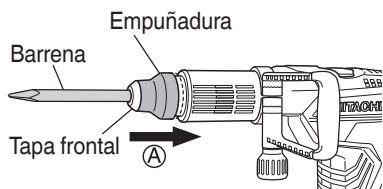

Fig. 5
- (3) Cambie la palanca del selector hasta “martillo T”, gire la herramienta y compruebe que está bloqueada por completo.
Como se muestra en la Fig. 5, deslice el agarre en la dirección de (A) y remueva la herramienta.